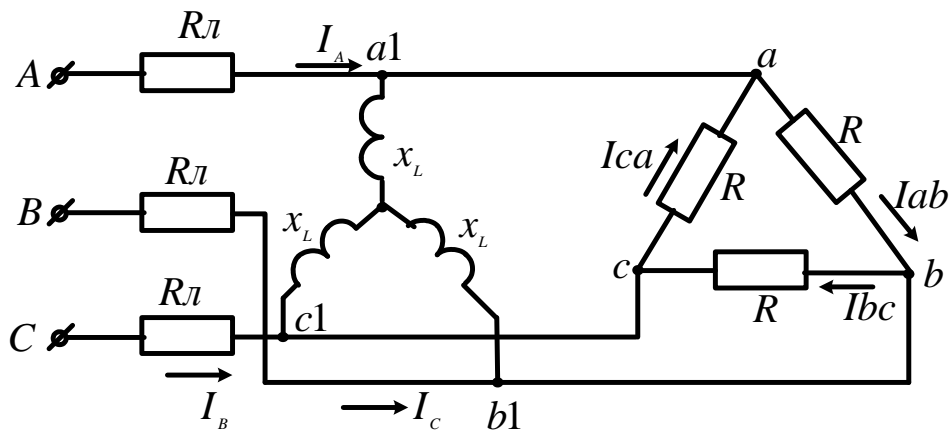

Рисунок 70
**Задача 68.** В схеме (рис.70)  $U_{\text{л}}=120\text{В}$   $R_{\text{л}}=1(\text{Ом})$ ;  $R=15\text{Ом}$ ;  $x_{\text{L}}=5\text{Ом}$ ; Определить токи в линии и фазах приемника, активную мощность цепи.